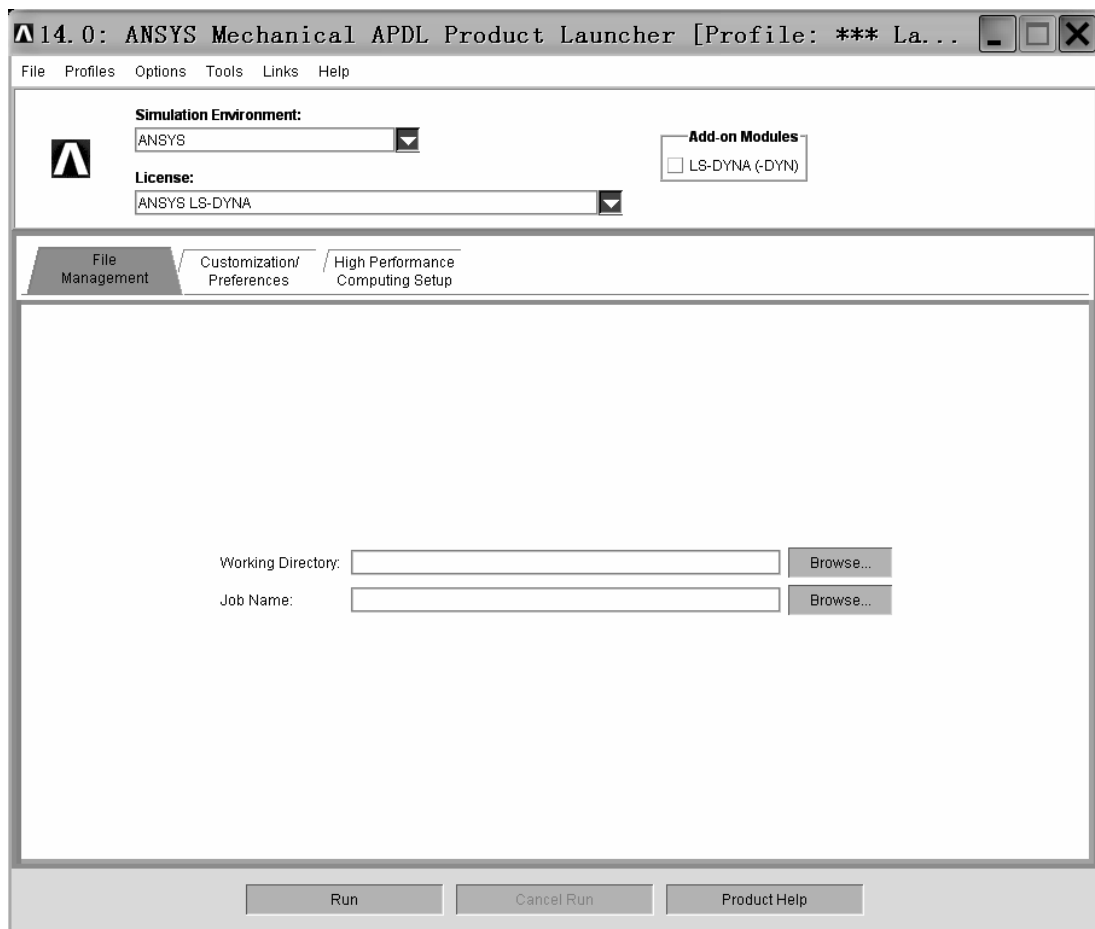

图 9-12 “14.0: ANSYS Mechanical APDL Product Launcher [Profile:***La...”窗口
(1) 打开“14.0: ANSYS Mechanical APDL Product Launcher [Profile:***La...”窗口（见图 9-12）。